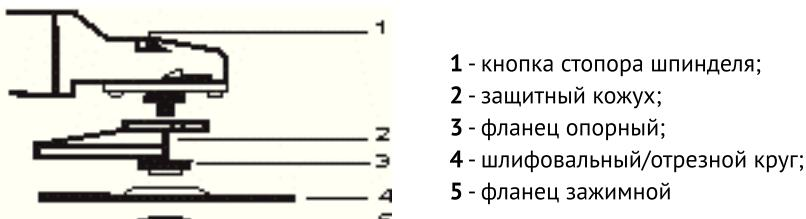

рис. 2
2.2.1 Выбрать круг (рис.2 поз.4), для предполагаемого вида работы, и зажимным фланцем (рис.2 поз.5) зафиксировать его, с помощью входящего в комплект ключа, на шпинделе.
3.3 Для монтажа рабочего круга (рис.2 поз.4) отключите от сети штепсельную вилку шлифмашины. Зафиксировав шпиндель нажатием кнопки (рис.2 поз.1) механизма стопора, установите круг в соответствие с рис.2. Для закручивания зажимного фланца (рис.2 поз.5), используйте ключ, имеющийся в комплекте поставки. Не прилагайте чрезмерного усилия при затяжке. Проверьте вращение шпинделя с кругом (вращение должно быть свободным).
3.5 В случае затруднения демонтажа рабочего круга, во избежание поломки стопора (рис.2 поз.1), используйте гаечный ключ для удержания шпинделя шлифмашины.
3.6 По окончании работы очистите от пыли и грязи защитный кожух (рис.2 поз.2), детали крепления круга, шнур питания, корпус двигателя и вентиляционные отверстия. Для очистки внутренних полостей можно воспользоваться пылесосом.